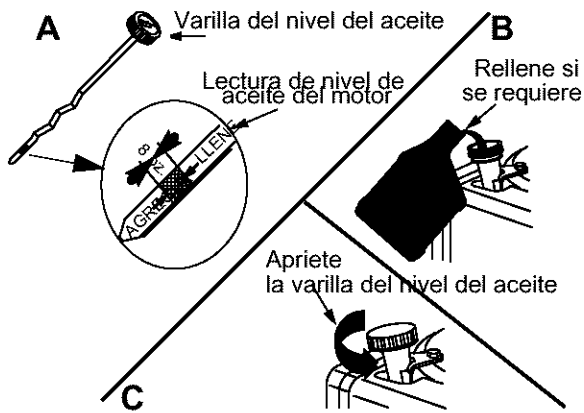

Figura 8
2. Con el motor ubicado en suelo parejo, el aceite debe estar en la marca FULL (lleno) de la varilla del nivel de aceite. Ver Figura 8.